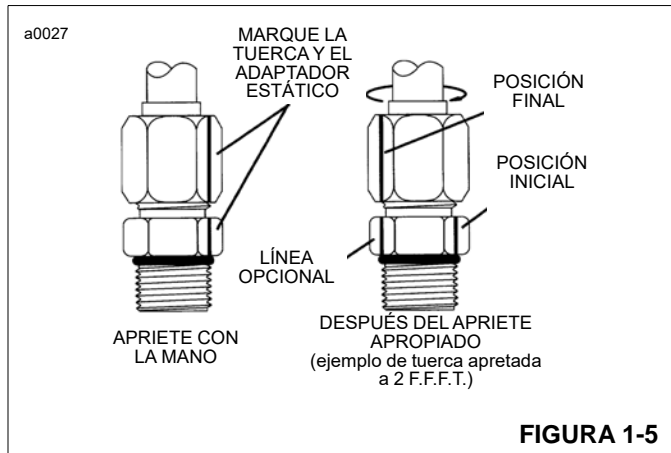

FIGURA 1-5
6. (Opcional para el apriete futuro de la misma conexión.) Extienda la línea desde la tuerca en su nueva ubicación hasta la parte hexagonal del adaptador estático o la lumbrera (Figura 1-5).